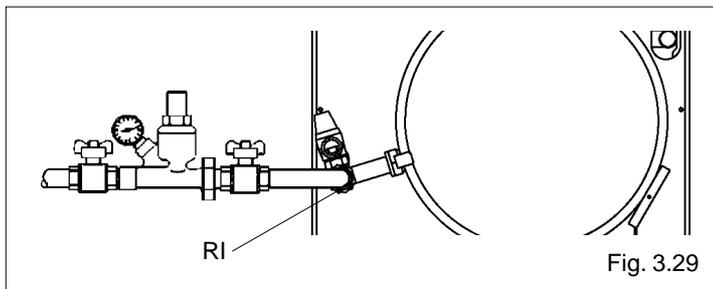

Fig. 3.29
- Antes de iniciar estas operaciones hay que controlar que la llave de vaciado de la caldera esté cerrada (fig. 3.29)
- cerrar todos los dispositivos de la instalación del agua (fig. 3.29).